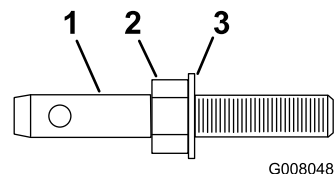

Figura 1
- A. Avvitare un dado esagonale su ciascun perno d'attacco (Figura 1). Infilare una rondella in ogni perno d'attacco.